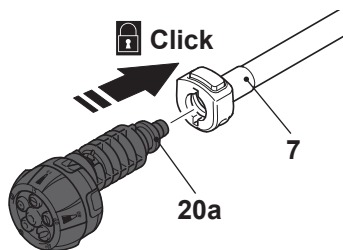

Fig. 4
3. Alinear las lengüetas (20a) de la boquilla 5 en 1 con las ranuras del puerto de conexión de la lanza de extensión (7) (Fig. 4).